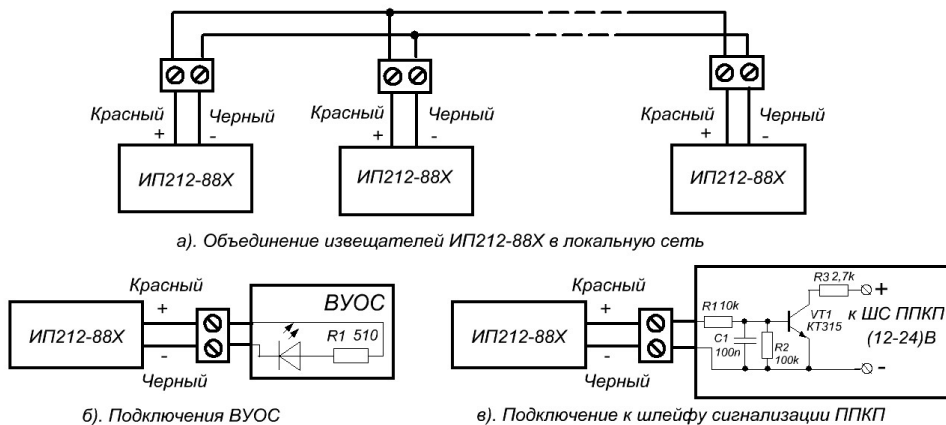

Рис. 4.1 Примеры подключения извещателей ИП212-88Х
4.8 Примеры схем подключения извещателей приведены на рис.4.1.